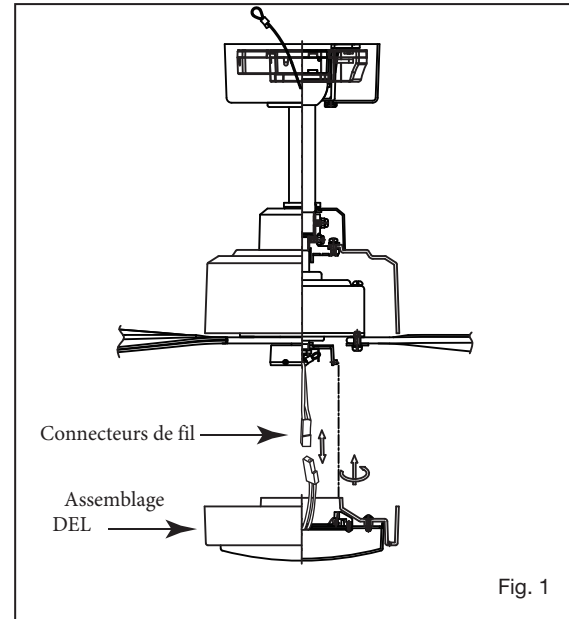

Fig. 1
- 1 Tout en maintenant l'ensemble LED sous votre ventilateur, effectuez les connexions des fiches polarisées : (Fig. 1)
- 2 Positionnez les encoches sur le bord intérieur du kit d'éclairage à LED de manière à ce qu'elles correspondent aux languettes à l'extérieur du bord sur la plaque de montage du kit d'éclairage. Soulevez délicatement le kit d'éclairage LED à l'intérieur de la plaque de montage du kit d'éclairage et fixez-le au ventilateur en tournant le kit d'éclairage LED dans le sens des aiguilles d'une montre jusqu'à ce qu'il soit bien ajusté. (Fig. 1)
- 1 Sélectionnez un emplacement souhaité. Utilisez la plaque murale pour marquer l'emplacement des trous de montage. Des ancrages muraux en plastique ou des vis de montage sont nécessaires pour cette application. (Fig. 1)